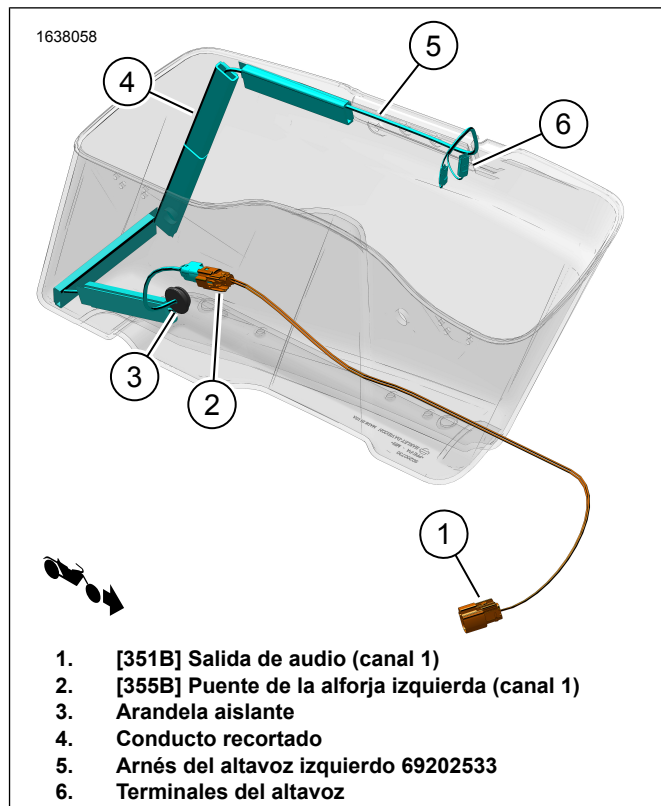
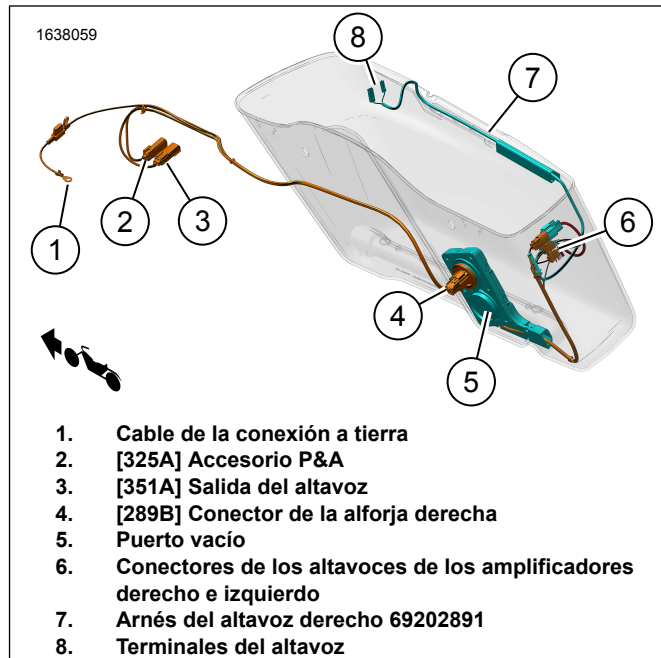
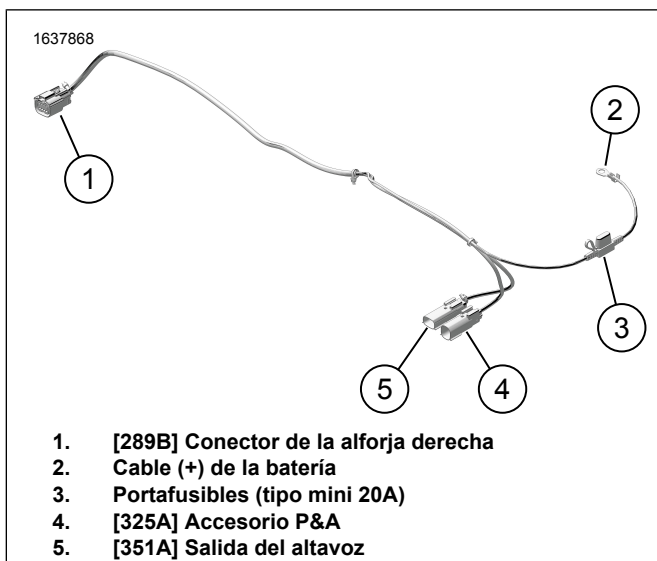
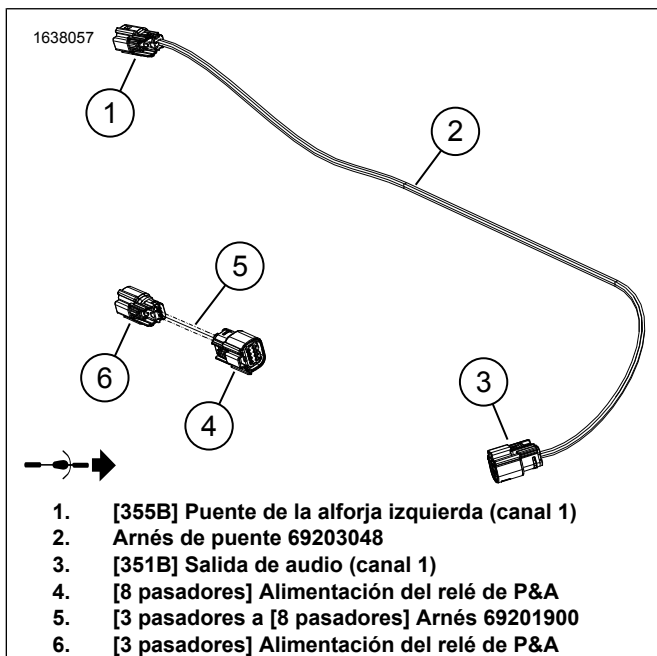

Figura 4. Enrutamientos del arnés de la alforja izquierda
Figura 5. Enrutamientos del arnés de la alforja derecha
Figura 15. Arnés externo 69202870
Figura 16. Arneses de puente
12. Figura 4 Instale el arnés del altavoz izquierdo.
- b. Figura 4 Enrute el arnés de cables (5) como se muestra.
- d. Se tendrá que recortar la cuarta pieza del conducto (4) para adaptarse a la altura de la alforja.
- g. Enrute el arnés de cables (5) a través del orificio de la arandela.
- h. Instale la arandela (3) en el arnés de cables (5).
- i. Ajuste la arandela (3) según sea necesario e instálela en la alforja.
13. Figura 5 Instale el arnés del altavoz derecho.
- b. Figura 5 Enrute el arnés de cables (7) como se muestra.
1. Figura 15 Conecte el cable (+) de la batería (2) al terminal de la batería (+). Vea el manual de servicio.
- a. Figura 15 Enrute [325A] (4) al lado izquierdo del bastidor del vehículo.
- b. Figura 16 Conecte [3 pasadores] (6) del arnés de puente (5) a [325A] (4) del arnés externo 69202870. Figura 15
- a. Enrute [325A] (4) a lo largo del lado derecho del bastidor del vehículo.
- b. Figura 15 Conecte [325A] al conector de P&A del vehículo [325B]. Se encuentra debajo de la zona de la cubierta lateral derecha.
4. Figura 15 Enrute la sección [289B] (1) de arnés externo a lo largo del bastidor y el soporte del puntal del guardabarros. Utilice las correas de los cables para instalar el arnés en los puntos de anclaje. No apriete excesivamente la correa de cables.
8. Figura 16 Enrute e instale el arnés de puente 69203048 (2).
- a. Figura 16 Conecte [355B] (1) del arnés de puente (2) al arnés de los altavoces de la alforja izquierda (5). Figura 4
- c. Figura 16 Enrute [351B] (3) en el arnés de puente 69203048 (2) hacia [351A] (5) en el arnés externo 69202870. Figura 15
10. Figura 1 Instale un fusible de 20 amperios (18) en el portafusibles del arnés externo (3). Figura 15
- a. Conecte [360LA] a la izquierda (L).
- b. Conecte [360RA] a la derecha (R).
4. Figura 15 Conecte a [351A] (5).